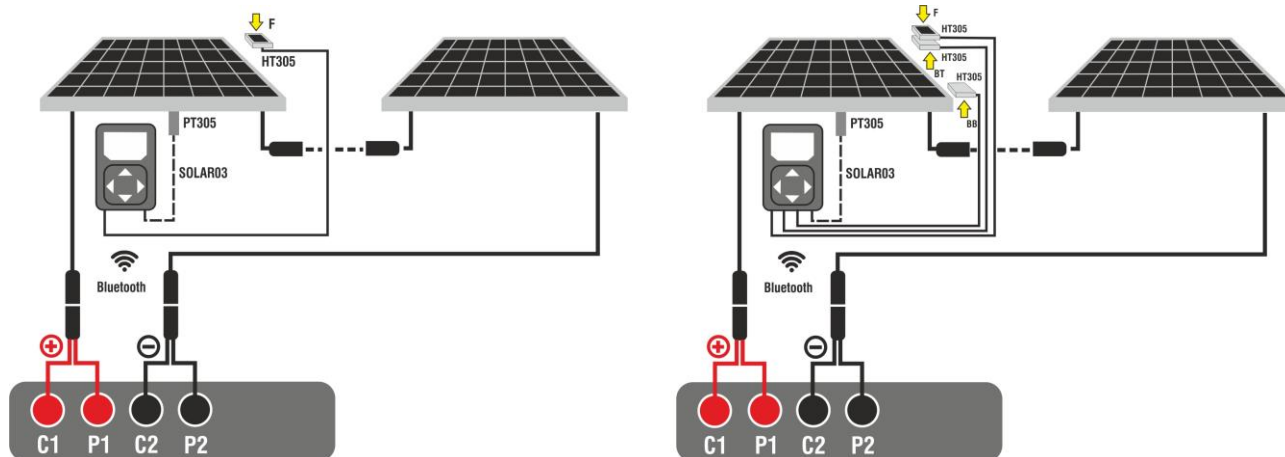

Fig. 53: Connexion avec l'unité à distance SOLAR03 sur des modules Monoface et Biface
3. Connecter l'instrument et l'unité distante SOLAR03 au module/chaîne de test comme indiqué dans la Fig. 53. En particulier :
- **Dans le cas de modules Biface** →, placer les 3 cellules de référence HT305 sur le plan avant du module (**F**), sur la partie arrière supérieure (**BT=BackTop**) et **sur la partie arrière inférieure (BB=BackBottom)** Connecter la cellule de référence frontale (F) à l'entrée « **INP1** », la cellule de référence BT à l'entrée « **INP2** », la cellule de référence BB à l'entrée « **INP3** » et **éventuellement** la sonde de température **PT305** à l'entrée « **INP4** » de l'unité à distance
14. Amener l'unité distante à proximité des modules et connecter les sondes de rayonnement/température comme indiqué dans la Fig. 53. **Ayant déjà démarré l'enregistrement sur l'unité distante SOLAR03, le maintien de la connexion Bluetooth n'est plus strictement** nécessaire. Le maintien de la connexion ne permettra que d'avoir immédiatement le résultat de l'essai sans attendre la fin de la campagne de mesures